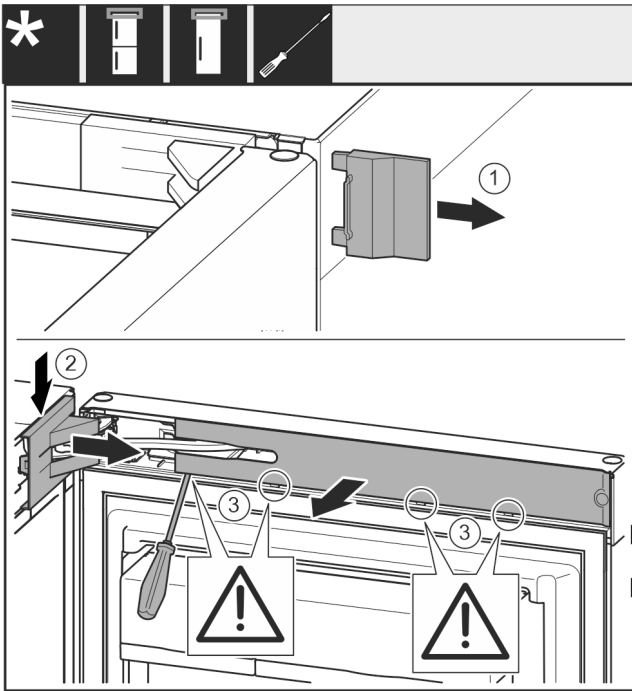

Fig. 8
- ▶ Αφαιρέστε το εξωτερικό κάλυμμα. Fig. 8 (1)
- ▶ Ξεκουμπώστε και λύστε το κάλυμμα του στηρίγματος. Αφαιρέστε το κάλυμμα του στηρίγματος. Fig. 8 (2)
- ▶ Ξεκουμπώστε το διακοσμητικό κάλυμμα με ίσιο κατσαβίδι και παραμερίστε το προς τα πλάι. Fig. 8 (3)